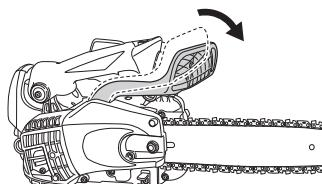

Fig. 10
1. Asegúrese de que el freno de cadena se encuentre activado. (Fig. 10)